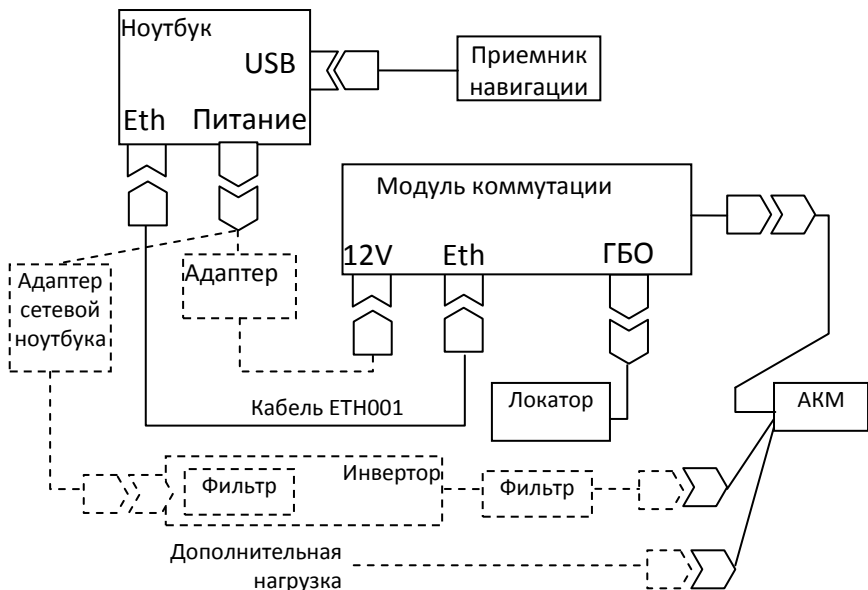

Рисунок 6. Схема подключений (локатор без встроенного аккумулятора)
- 9) подключить компоненты в соответствии со схемой подключений (см. **Рисунок 6**, схему подключений локатора)